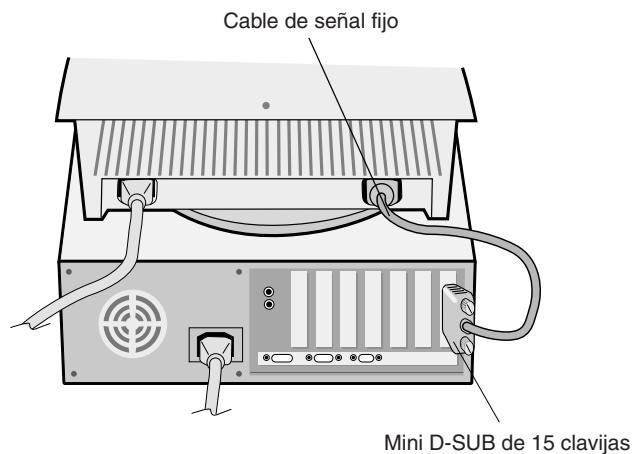

Figura A.1
3. **Para los PC:** Conecte el mini D-SUB de 15 clavijas del cable de señal fijo al conector de la tarjeta de visualización de su sistema (**Figura A.1**). Apriete todos los tornillos